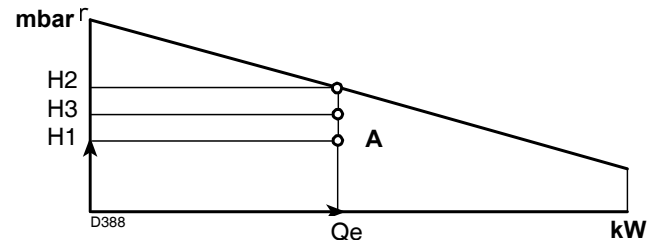

Fig. 41
point A qui doit rester dans les limites de la plage de travail (Fig. 41).
- 4 - Tracer une verticale à partir du point A, Fig. 41, et trouver la pression max. H₂ de la plage de travail.
Si H₃ est supérieure à H₁, comme dans la Fig. 41, le brûleur peut fournir le débit demandé.